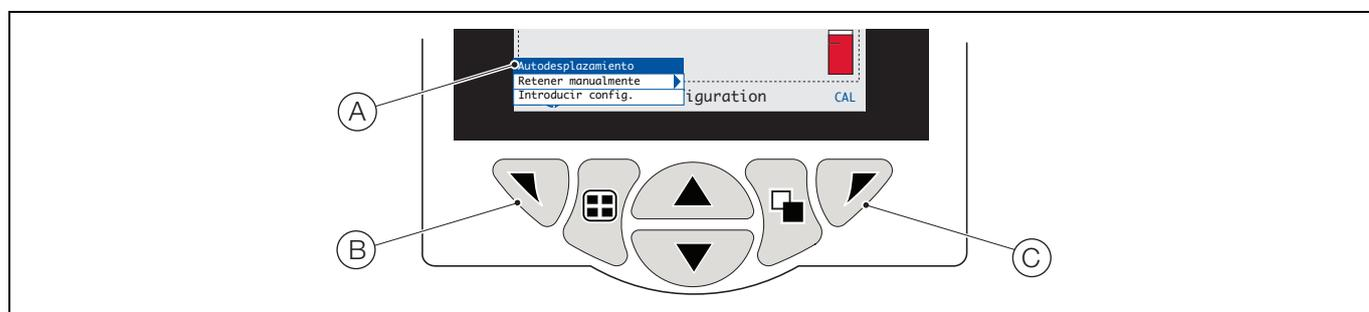

Fig. 6.2 Menús del operador
El transmisor dispone de 4 modos de funcionamiento – a todos los modos se accede desde el menú *Operador*; consulte la Fig. 6.2:
En cuanto a la Fig. 6.2, a los menús de *Operador* (A) se puede acceder desde cualquiera de las páginas *En funcionamiento*, *Ver* o *Registro* pulsando la tecla ∇ (B).
Cuando se instalan varias secciones de medición y si se selecciona la función *Autodesplazamiento* en el *Menú del operador* (consulte la Fig. 6.2, página 30), la pantalla se desplaza por cada *Página del operador* disponible de forma consecutiva.